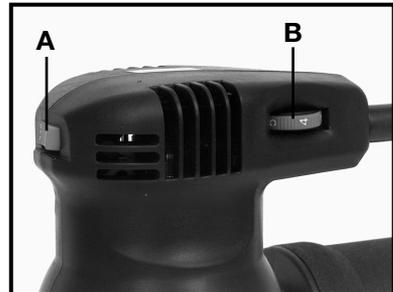

Fig. 1A
Ajuste la velocidad girando la rueda de accionamiento con el pulgar (B), Fig. 1A. La posición No. 1 de dicha rueda proporciona la velocidad de funcionamiento más lenta (5000 OPM) y la posición No. 6 la más rápida (12000 OPM). La velocidad puede cambiarse mientras el motor está en marcha o mientras está parado.